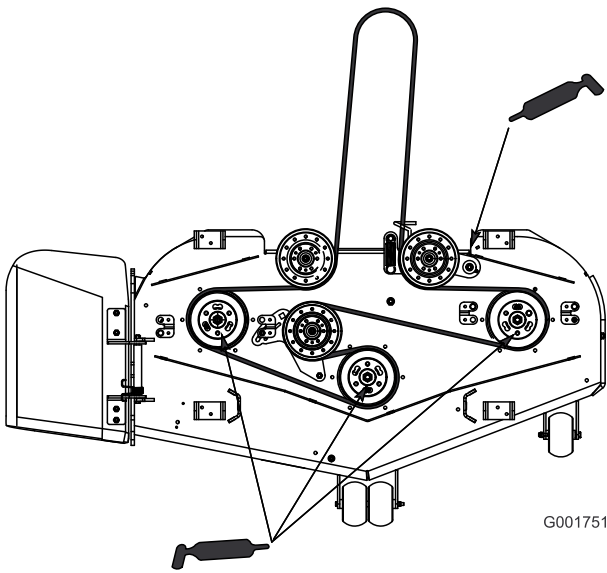

Figure 30
4. Graissez le pivot de la poulie de tension (Figure 30).